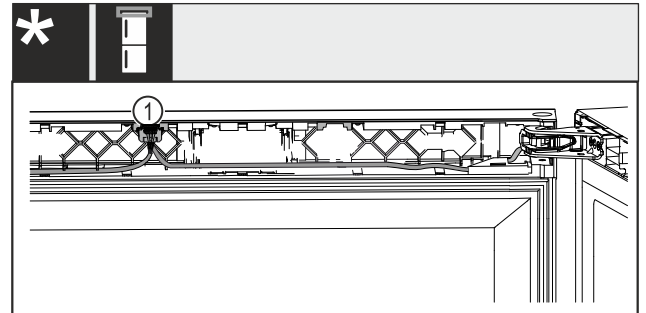

Fig. 39 Wein-Gefrier-Kombinationen
- Stecker Fig. 39 (1) in die Führung einrasten.